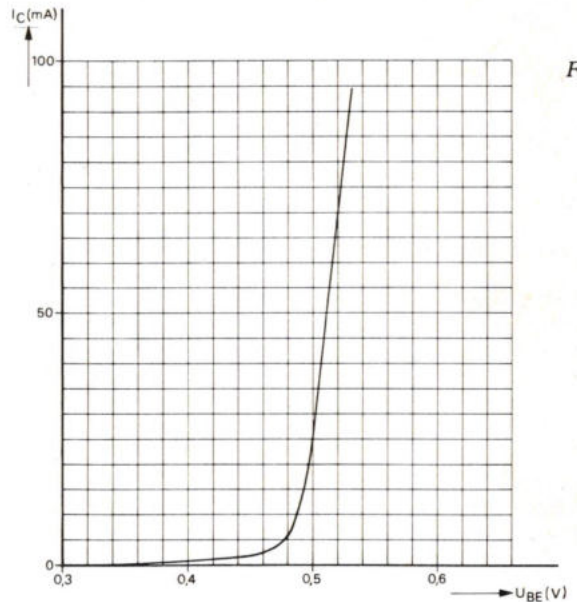

Fig. 25.
4. De transistor in fig. 24, waarvoor geldt $\alpha_e = 75$, is zodanig ingesteld dat $U_{CE} = 4 \text{ V}$. Hierbij bestaat tussen I_C en U_{BE} een verband dat is weergegeven in fig. 25.
Hieruit volgt voor de collectorstroom $I_C = 28^{1/3} - 3^{1/3} = 25$ mA. De basisstroom is dus $25/\alpha_e = 25/75 = 1/3$ mA. Uit fig. 25 volgt dat bij $I_C = 25$ mA geldt $U_{BE} = 0,5$ V. We vinden nu voor de gevraagde weerstand
b. De wisselstroomweerstand vindt men door in fig. 25 in het werkpunt (25 mA/0,5 V) een raaklijn te trekken. Uit de helling hiervan volgt dat een verandering in U_{BE} van 0,02 V een verandering in I_C van 50 mA veroorzaakt. De verandering in I_B is dus $50/\alpha_e = 2/3$ mA. De ingangsweerstand van de transistor is zodoende $0,02/(2/3 \cdot 10^{-3}) = 30 \Omega$.